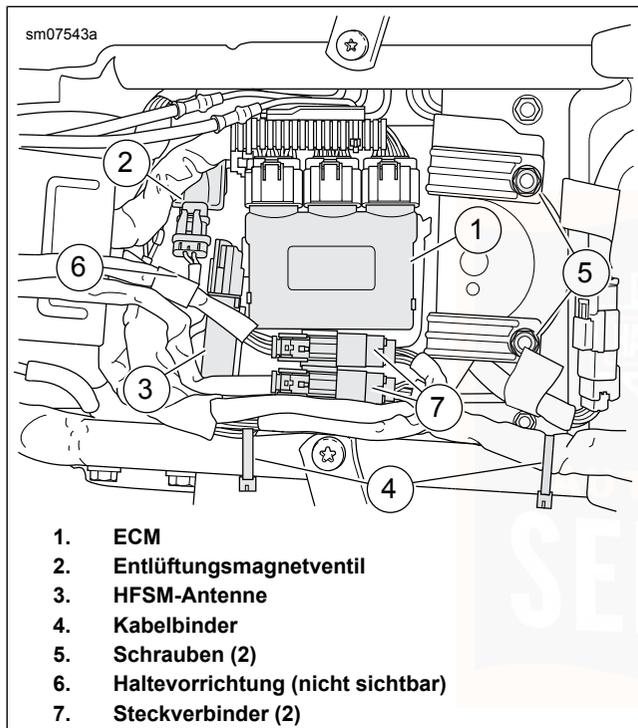

Abbildung 95. Obere Elektriztafel
2. Siehe Abbildung 95. ECM (1) von der oberen Elektriztafel lösen. Beiseiteschieben.
3. Sofern vorhanden, das Entlüftungsmagnetventil (2) nach vorne verschieben, um es von der oberen Elektriztafel zu lösen.
4. **Modelle mit Sicherheitssystem:** Das Handsfree-Sicherheitsmodul-Antenne (3) von der oberen Elektriztafel lösen und aus dem Weg schieben.
5. Steckverbinder (7) von den Fixierungen auf der oberen Elektriztafel lösen.
6. Befestigungsteile (5) entfernen.
7. Kabelbinder durchschneiden (4). Die Kabelbäume verschieben, um mehr Freiraum für die obere Elektriztafel zu erhalten.
6. Siehe Abbildung 95. Die obere Elektriztafel in die Einbaustellung bringen und die Verriegelung in die Niederhaltevorrichtung eingreifen lassen.
7. Die obere Elektriztafel mit Befestigungsteilen (5) am Rahmenquerträger befestigen. Auf folgendes Drehmoment anziehen: 8,1–10,9 N·m (72–96 in-lbs).
8. Die Handsfree-Sicherheitsmodul-Antenne (3) und das Entlüftungsmagnetventil (2) auf der oberen Elektriztafel anschließen. Überprüfen, ob alle anderen Steckverbinder und Kabelbäume unter der Befestigungszunge des Entlüftungsmagnetventils verlegt sind.
9. Die Steckverbinder (7) an den Fixierungen auf der oberen Elektriztafel befestigen.
10. ECM (1) auf der oberen Elektriztafel einrasten.
11. Die Kabelbäume mit Kabelbindern (4) am Rahmen befestigen.